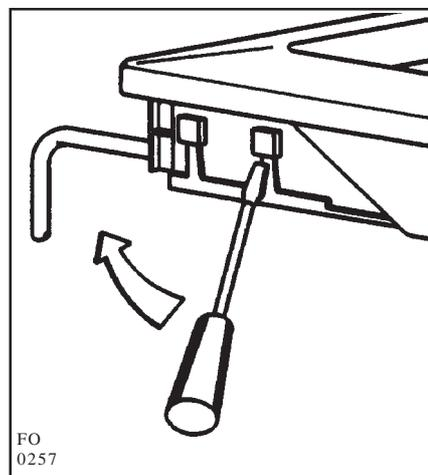

Рис. 5
- слегка надавите и поднимите (Рис. 5)